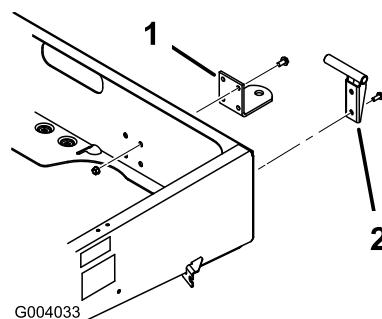

Figura 8
2. Alinhe o engate pelos orifícios de montagem no chassi. Fixe o engate com os parafusos e as porcas (Figura 8).
- Monte o apoio de articulação esquerdo no canto posterior esquerdo do chassis com 2 parafusos de cabeça flangeada (3/8 x 1 polegada). Aparafuse os parafusos a 22 Nm. Coloque o apoio (Figura 8).